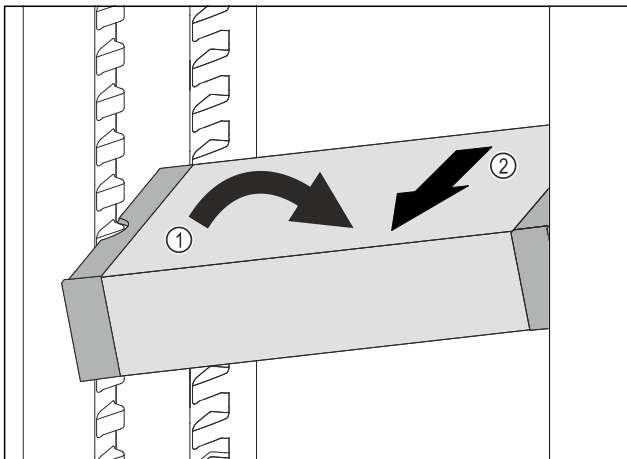

Fig. 138
- ▶ Расположите VarioSafe в холодильном отделении под наклоном. Fig. 138 (1)
- ▶ Извлеките VarioSafe движением вперед. Fig. 138 (2)